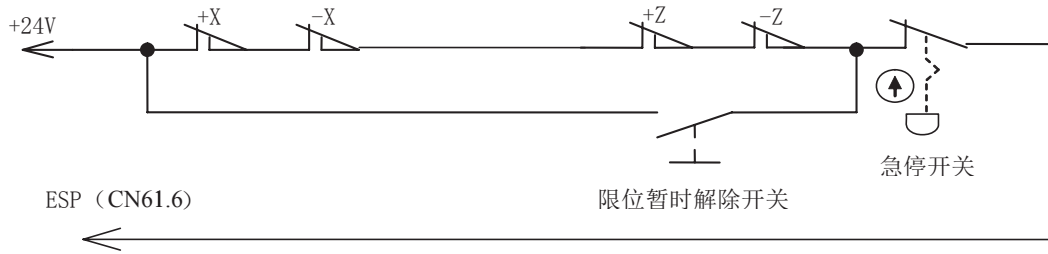

图 2-34A 急停、行程开关串联连接
① 行程限位与急停串联连接, 连接方式如下图 2-34A 所示: